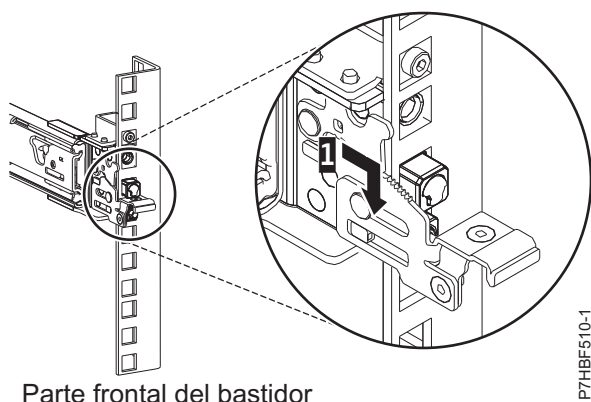

Figura 5. Patillas ubicadas en el riel frontal del bastidor
6. Tire del raíl deslizante hacia adelante e inserte tres patillas de la parte frontal del raíl en los orificios dentro de la unidad EIA seleccionada que se marcaron anteriormente. Baje el raíl deslizante (1) para llegar al mecanismo de enganche de la patilla central. Para obtener más de talles, consulte Figura 5 en la página 6.